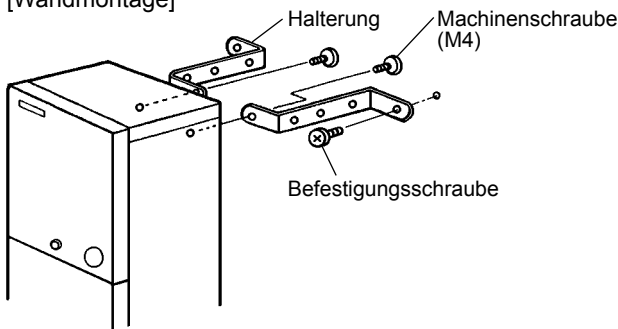

Abb. 2
- * Den Eisspender mit den Halterungen (Zubehör) und Befestigungsschrauben (nicht im Lieferumfang enthalten) an der Wand befestigen. Halterungen laut Installationslage bücken. Siehe Abb. 2.